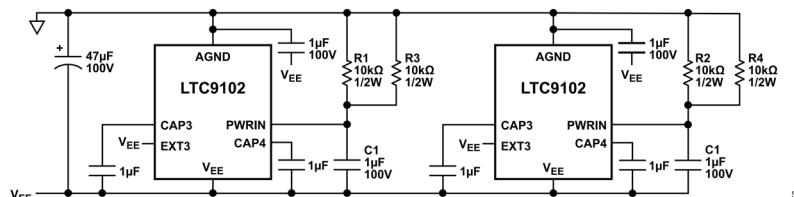

図 48. 3.3V 内部電源使用時の電源構成
3.3V 内部レギュレータ使用時のプルアップ抵抗構成を図 48 に示します。バイパス抵抗 R1、R2、R3、R4 は、LTC9102 に発生する熱を外部に放出します。PWRIN ピンの電圧は、LTC9102 の動作モードと、それに対応する消費電流に従って変化します。バイパス抵抗が提供する電流以上の電流が消費される場合は、スタートアップ・レギュレータが電圧を 6V (代表値) に維持します。スペースに制約のあるアプリケーションでは、プルアップ抵抗なしで LTC9102 を動作させることができます。